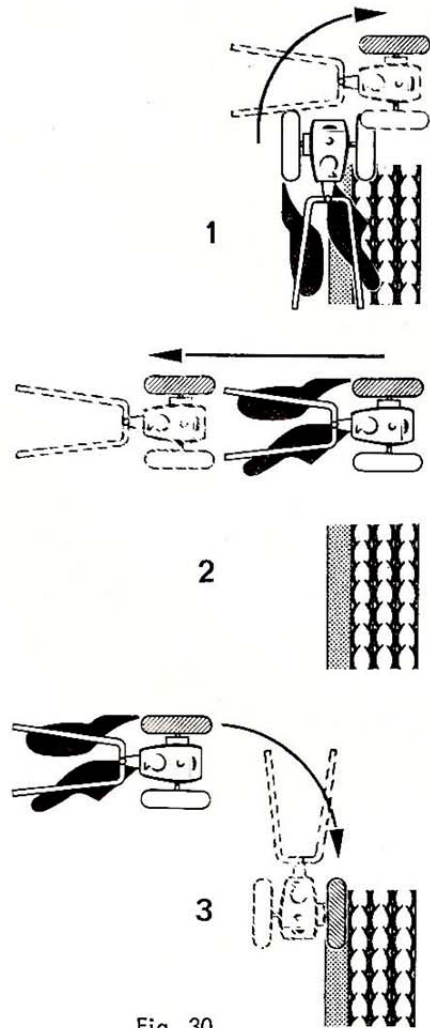

Fig. 30
- Mettre la roue gauche dans la raie précédemment ouverte et ainsi de suite. Voir schéma de travail fig. 30.